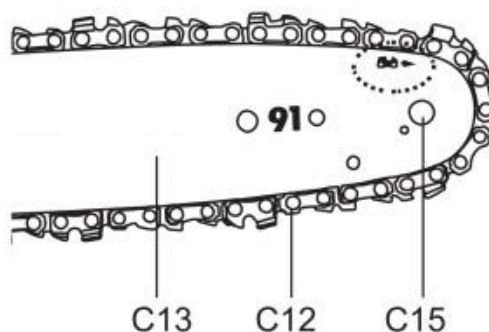

Fig. 11
7) Il movimento della catena della sega è quello indicato dalla freccia (Fig. 11). Assicurarsi che la catena della motosega (C12) sia posizionata correttamente sulla ruota dentata (C15) della barra guida (C13). (Fig. 11)